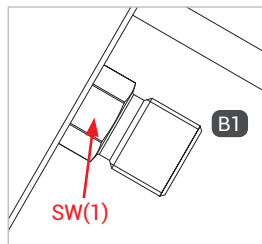

Abbildung 2
- ▶ Halten Sie beim Montieren des Füllschlauchs an der Schlüsselfläche SW(1) (Abbildung 2) mit einem Gabelschlüssel gegen.
- ▶ Verschrauben Sie die Betriebsmedienzuleitung „B1“ druckdicht mit dem Anschluss des Füllschlauchs (Abbildung 2). Anzugsdrehmoment siehe untenstehende Tabelle.